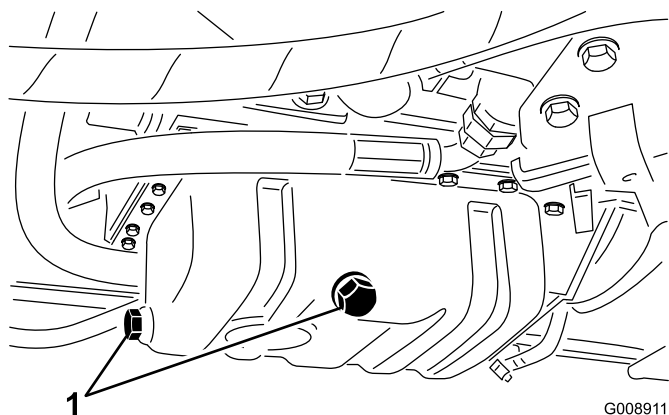

Figura 58
1. Togliete un tappo di spurgo (Figura 58) e lasciate defluire l'olio in una bacinella; quando l'olio smette di defluire, montate il tappo di spurgo.